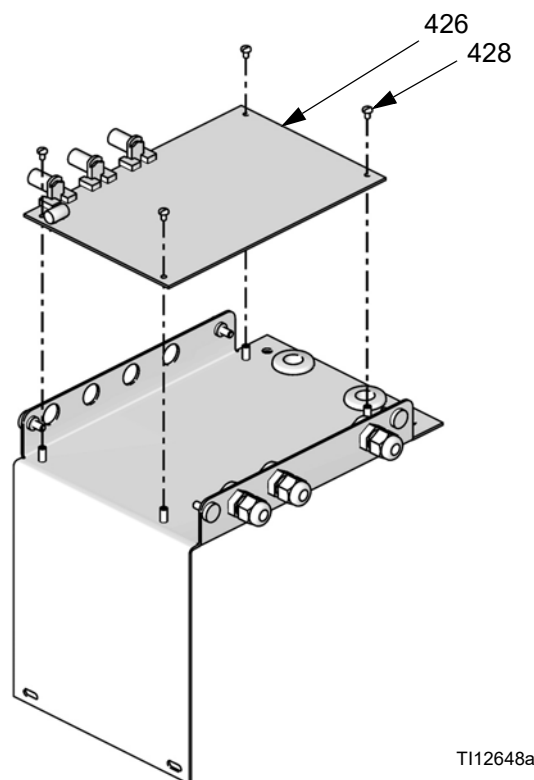

FIG. 28 : dépose de la carte de commandes
4. Retirez les 4 vis (428). Retirez la carte de commande (426). FIG. 28.